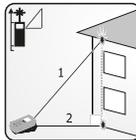

Figura 36 - Medição através do Teorema de Pitágoras simples
- 4- Coloque o equipamento na horizontal, na altura do ponto inferior do objeto que será medido, incline o medidor direcionando o ponto de laser na direção do topo do objeto (ponto 1 na figura 36);
- 7- Uma linha horizontal ficará oscilando no visor, indicando que o ponto que será medido é o inferior (ponto 2 na figura 36);